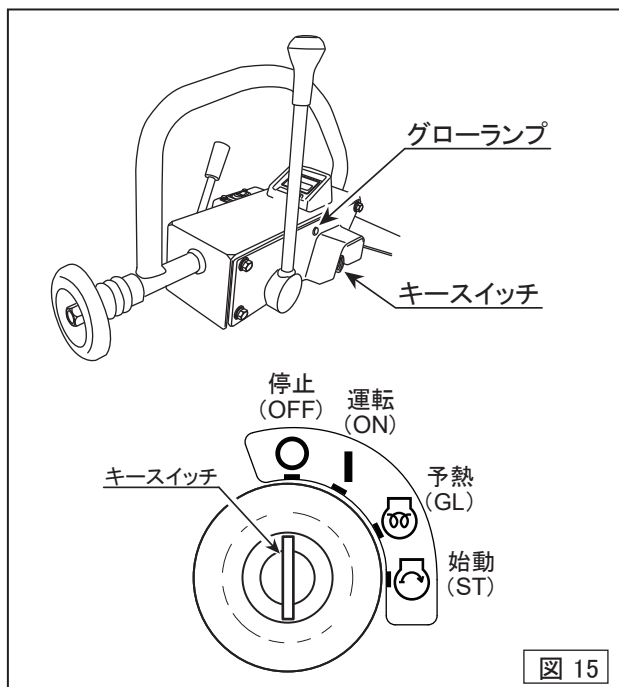

図 15
● キースイッチの操作 (図15)
- エンジンが停止したらキースイッチを停止の位置へ回します。停止の位置でブザー音が止まります。(P16, 図15)